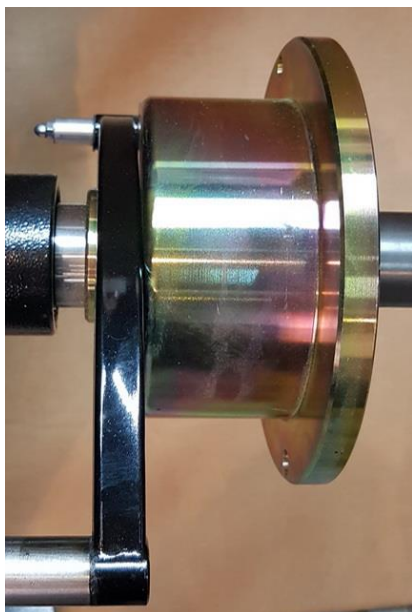
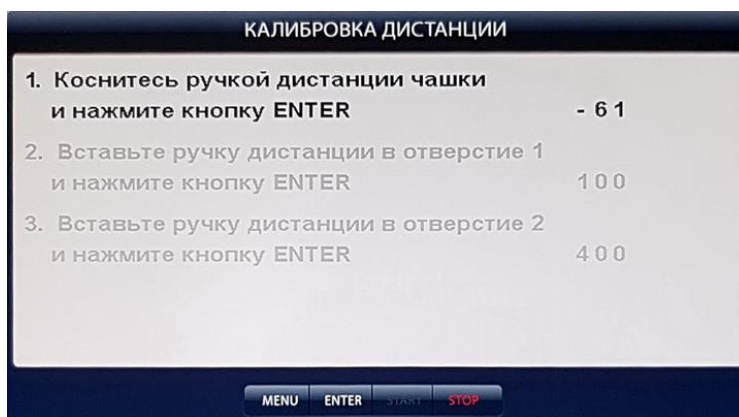

Рис. 19.1.
Рис. 19.2.
19.1.1. Калибровка тракта измерения дистанции. Для оценки погрешности устройства ввода дистанции выдвиньте штангу ввода параметров и уприте внешнюю боковую сторону её рукоятки в задний торец фланца вала, как показано на (рис. 19.1). При этом на экране ввода геометрических параметров (см. рис.10.2) появится величина дистанции. Если величина дистанции не равна 135 ± 5 мм, то устройство ввода дистанции требует калибровки.
MENU выберите пункт 5 «Калибровка», нажав кнопку 5. Откроется окно КАЛИБРОВКА. Выберите п. 2 «Калибровка дистанции» нажав кнопку 2, откроется окно КАЛИБРОВКА ДИСТАНЦИИ (рис.19.2). Выдвиньте штангу ввода параметров, уприте внешнюю боковую сторону её рукоятки в задний торец фланца вала, как показано на (рис. 19.1) и нажмите кнопку «ENTER». В окне